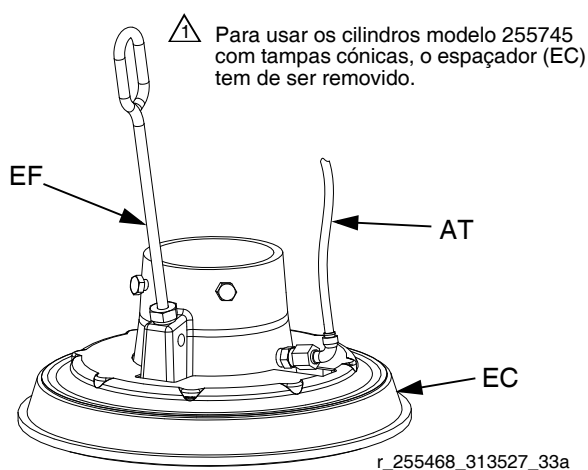

FIG. 15
Consulte a FIG. 15. Se o cilindro não sair da tampa facilmente quando levantar a bomba, o tubo de assistência do ar (F) ou a válvula de retenção pode ser ligada. Uma válvula ligada evita que o ar alcance o lado da placa para assistir ao levantar da tampa.
3. Limpe o tubo de assistência de ar (AT) na base. Limpe todas as peças da válvula e monte-a novamente.
4. Remova a haste de purga (EF) da base. Empurre a haste de purga pelas portas de segurança de purga para remover os resíduos de material.